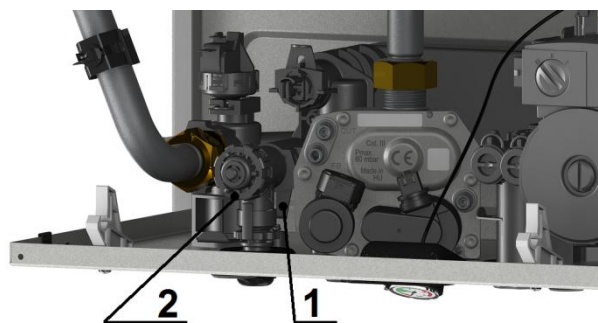

Рис. 23 Демонтаж предохранительного клапана
- извлечь фиксатор (1), см. рисунок 23, и вытянуть на себя и вверх предохранительный клапан (2) из насоса;